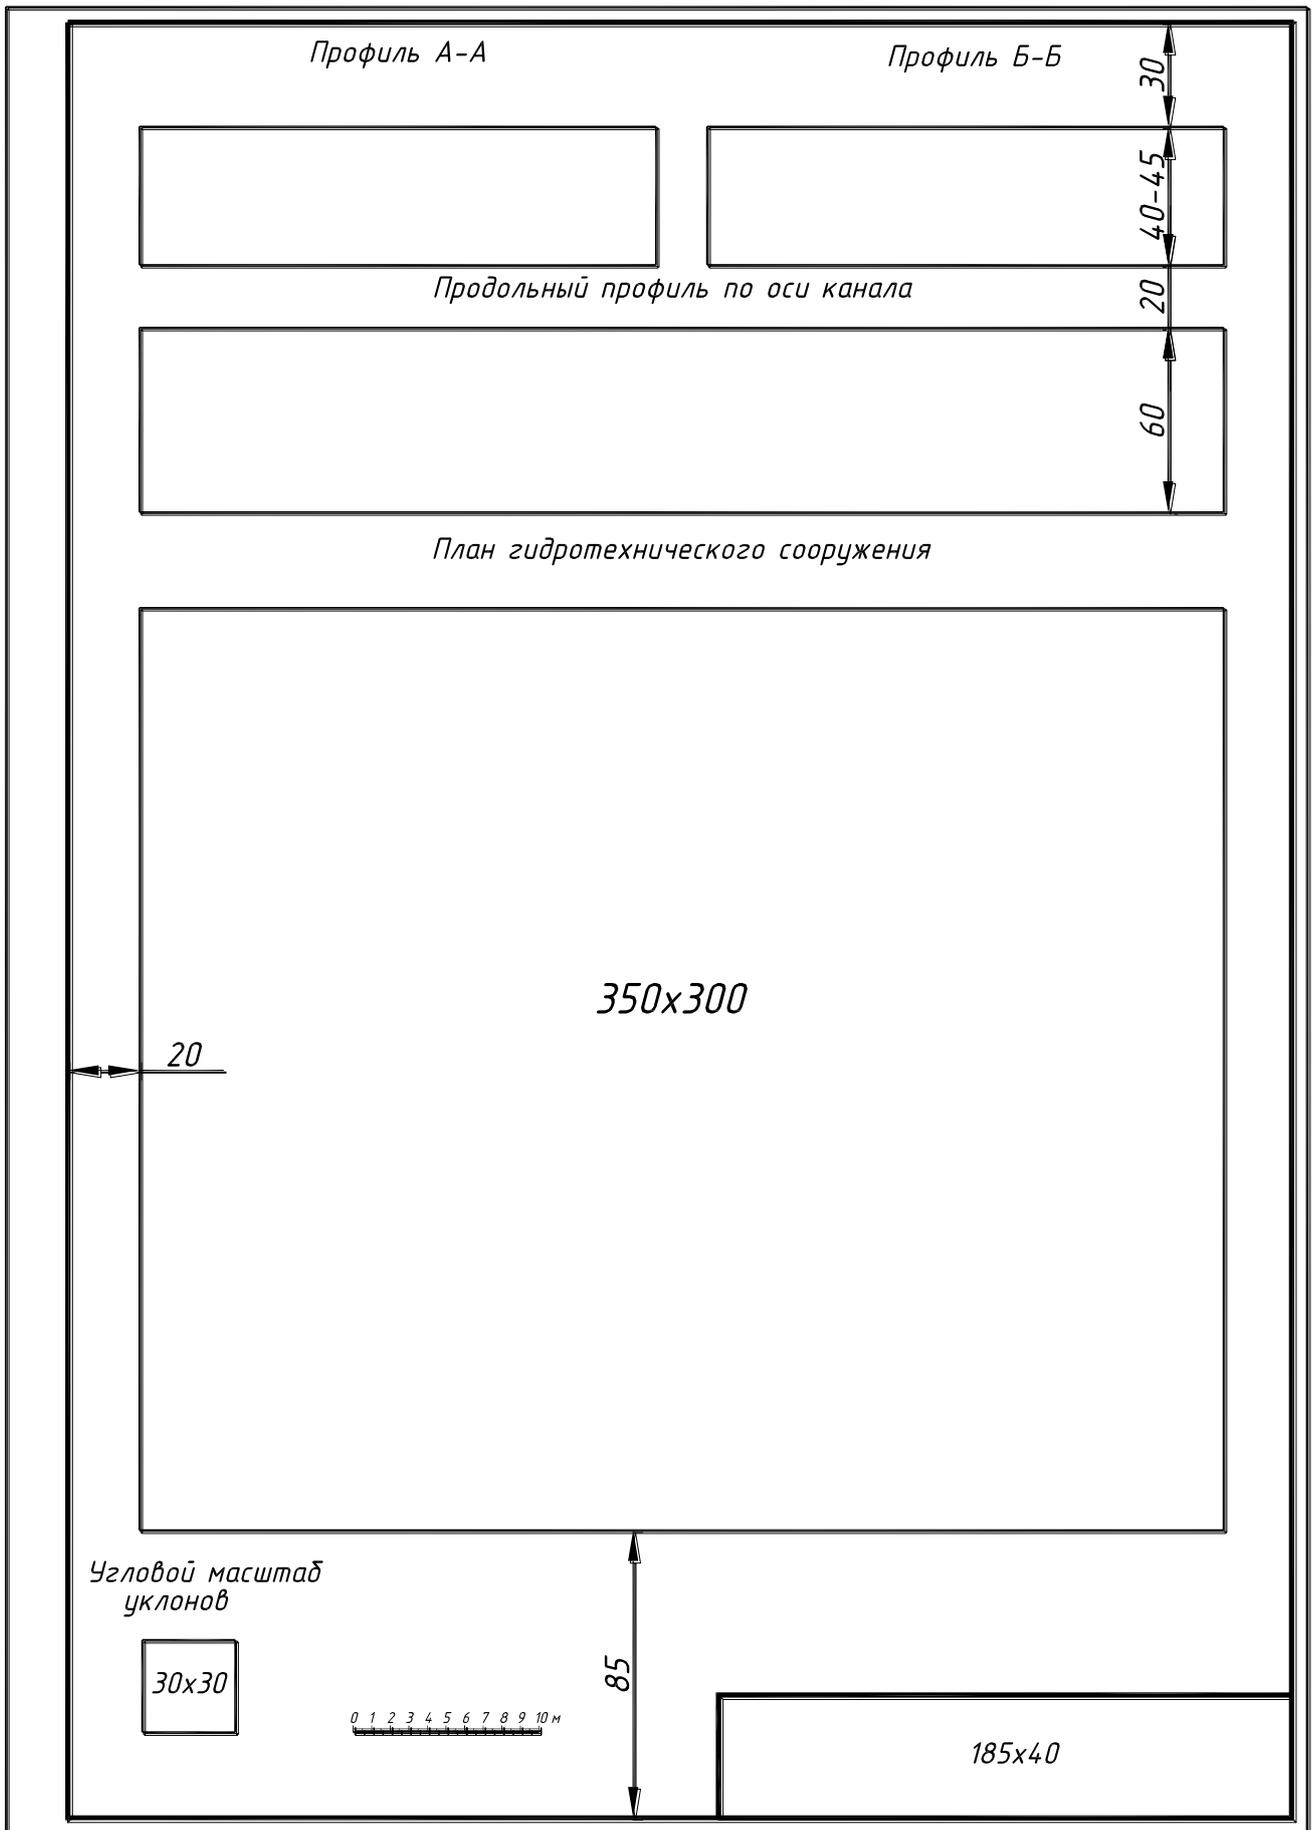

Рисунок 15
Чертеж выполняется на листе формата А2 (420x594) карандашом в соответствии с ГОСТами и ЕСКД и должны отличаться выразительностью, аккуратностью и четкостью графического исполнения. Поле чертежа ограничивается рамкой – слева 20 мм от линии обреза листа, с других сторон по 5 мм. В правом нижнем углу листа располагается основная надпись, форма и размеры которой даны на рис. 14. Лист располагается вертикально. Расположение изображений на чертеже см. на рис. 15.
3. Скомпоновать лист, т.е. отвести на листе место для каждого изображения (см. рис.15).